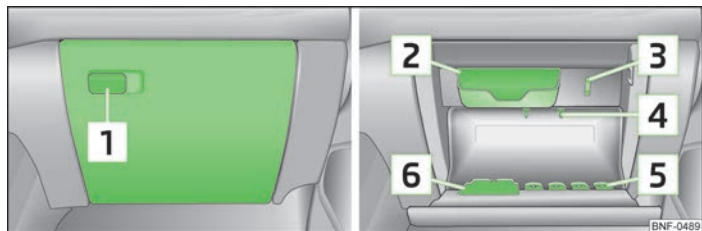

Fig. 51 Cuadro de interruptores: Compartimento guarda objetos en el lado del acompañante
► Tirar de la palanca de apertura **1** » fig. 51 para abrir.